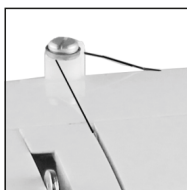

Fig.12
2. Guíe el hilo a través del disco tensor de la bobinadora situado en la parte superior de la máquina. (Fig. 12)